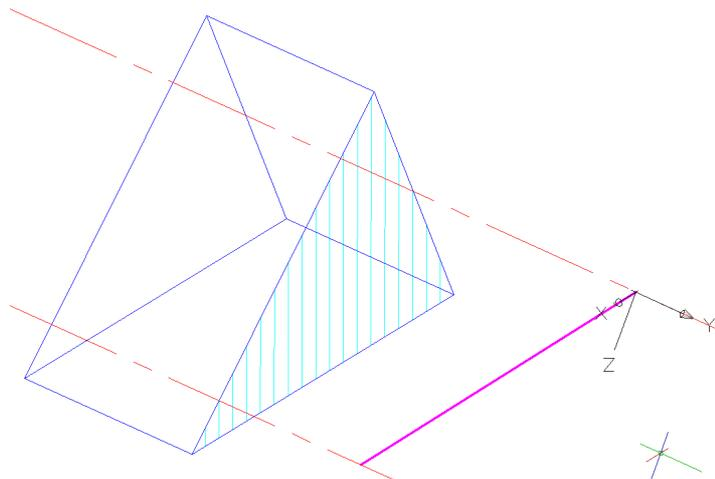

Рис.10.3
- Ver – **M** и **N** - «Enter». В итоге получим Рис.10.3:
представим гранью треугольной призмы (см. Рис.10.3). Аналогично второй объект нашей задачи (прямые, перпендикулярные плоскости треугольника) представим гранью четырехугольной призмы и чтобы в дальнейших построениях их не перепутать с другими ребрами применяем разные цвета.